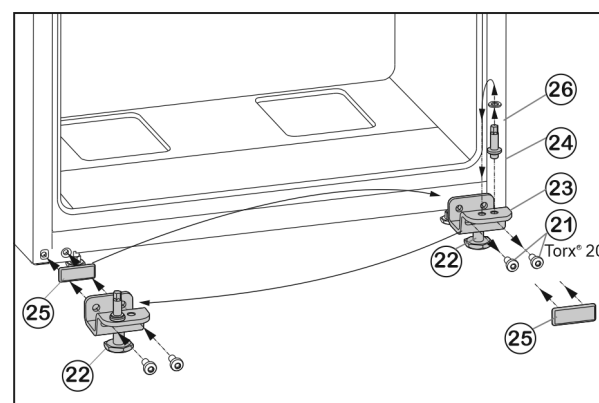

Fig. 7
- ▶ Odkręcić śruby mocujące Fig. 7 (21).
- ▶ Usunąć dolną płytkę zawiasu Fig. 7 (23), wraz z trzpieniem zawiasu Fig. 7 (24), podkładką Fig. 7 (26) i nóżką Fig. 7 (22).
- ▶ Odkręcić cały trzpień zawiasu Fig. 7 (24) z podkładką Fig. 7 (26), przetrześć do przeciwnego otworu mocującego płytki zawiasu i tam dokręcić.
- ▶ Ostrożnie zdjąć płytkę osłaniającą Fig. 7 (25) i przetrześć na przeciwną stronę.
- ▶ Całą dolną płytkę zawiasu Fig. 7 (23) wraz z trzpieniem zawiasu Fig. 7 (24), podkładką Fig. 7 (26) i nóżką Fig. 7 (22) ponownie przykręcić po nowej stronie zawiasu, ew. przy użyciu wkrętarki akumulatorowej (z siłą 4 Nm).
- ▶ Założyć dolne drzwi od góry na sworzeń zawiasu Fig. 7 (24).
- ▶ Wykręcić nóżkę Fig. 7 (22) przy dolnej płytce zawiasu Fig. 7 (23), aż będzie przylegać do podłoża.